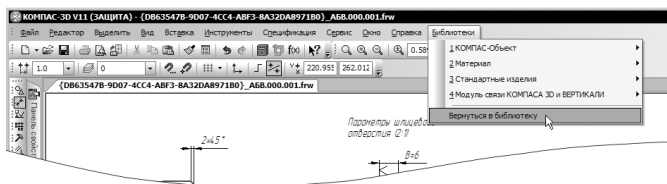

Рисунок 58
- Выполните команду **Библиотеки – Вернуться в библиотеку** (рис. 58).